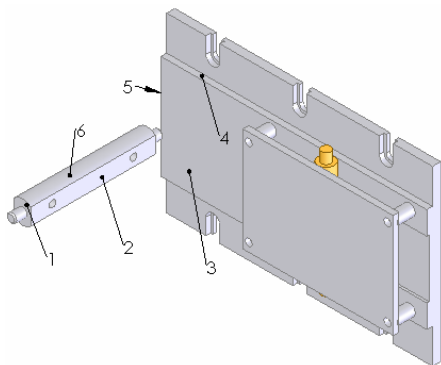
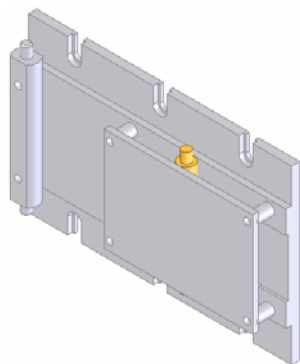

图 12-54 插入长平轴后的图形
图 12-55 配合后的图形
⑨ 插入长平轴。选择菜单栏中的“插入”→“零部件”→“现有零件/装配体”命令,插入长平轴。具体步骤可以参考上面的介绍,将长平轴插入到图中合适的位置。结果如图 12-54 所示。
⑩ 添加配合关系。选择菜单栏中的“插入”→“配合”命令,或者单击“装配体”
工具栏中的“配合”图标，此时系统弹出“配合”对话框。用鼠标选择图 12-54 中的表面 2 和表面 3，单击对话框中的“重合”图标，并调整对齐的方向，然后单击对话框中的“确定”图标。重复此命令，将表面 1 和表面 4 添加为距离为 9 的配合关系，并调整方向；将表 6 和 5 处的侧面添加为“相切”配合关系，结果如图 12-55 所示。